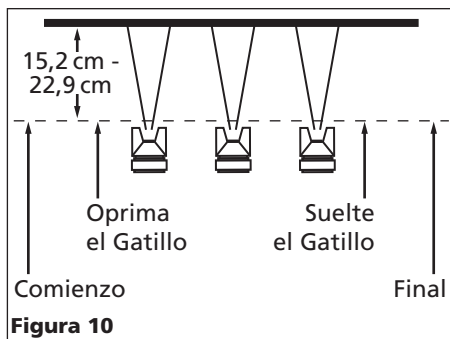

Figura 10
- Oprima el gatillo adecuadamente. Comience a mover la pistola **ANTES DE OPRIMIR EL GATILLO** y deje de oprimirlo **ANTES DE PARAR DE MOVERLA**. Este procedimiento le permitirá que el acabado sea parejo sin dejar rastros de donde se unen las diferentes manos de pintura (Vea la Figura 10).